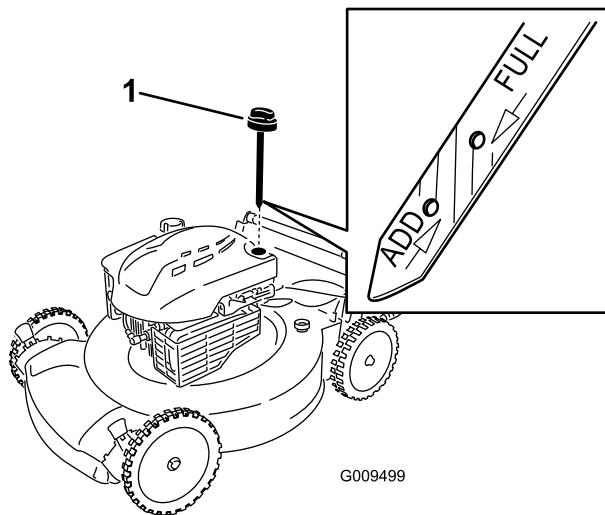

Figure 20
**Remarque:** Si le niveau n'atteint pas le repère **Add** (minimum) de la jauge, versez **lentement** une quantité d'huile suffisante dans le goulot de remplissage et répétez les opérations 8 à 10 jusqu'à ce que le niveau d'huile atteigne le repère **Full** (maximum) (Figure 20).
3. Retirez la jauge (Figure 20).